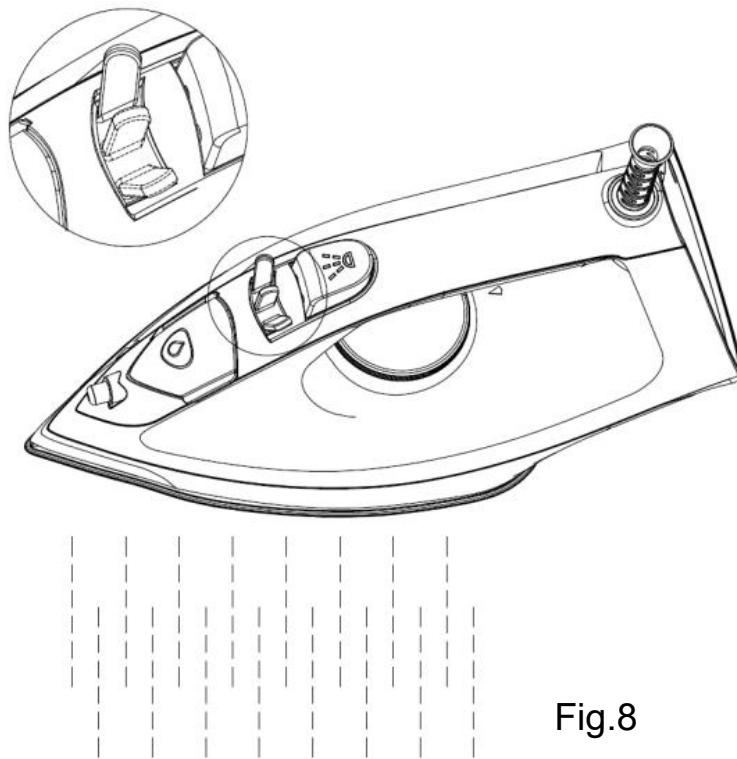

Fig.8
88. Vi bör rengöra apparaten regelbundet i enlighet med vattnets hårdhet och hur ofta den används . För att aktivera rengöringsfunktionen, vrid Steam-ratten till Clean-inställningen och håll den intryckt (se Fig.8), sedan går apparaten in i rengöringsläget. Och apparaten går in i ångläge efter att du släpper Steam-ratten.
- (15) aldrig vid den heta stryksulan innan den har svalnat !
- (16) För att stryksulan ska hålla sig slät bör stryksulan förhindras från att komma i kontakt med metallföremål. Använd aldrig skursvamp, vinäger eller andra kemikalier för att rengöra stryksulan.
26. Rengör apparatens insida regelbundet genom att aktivera Rengöringsfunktionen (se Fig.8).